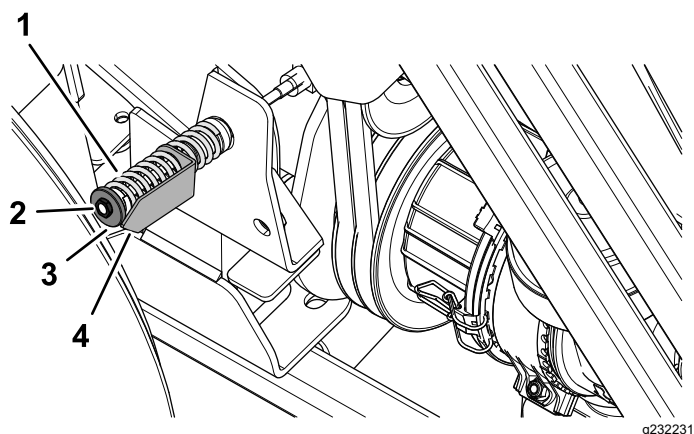

Figura 89
5. Si fuera necesario, gire la tuerca del tensor de la polea hasta que la flecha indicadora de tensión se alinee con la superficie exterior de la arandela (Figura 89).
8. Afloje la tuerca del tensor de la polea tensora; consulte Figura 89 en Comprobación de la tensión de la correa de la toma de fuerza \(página 69\).